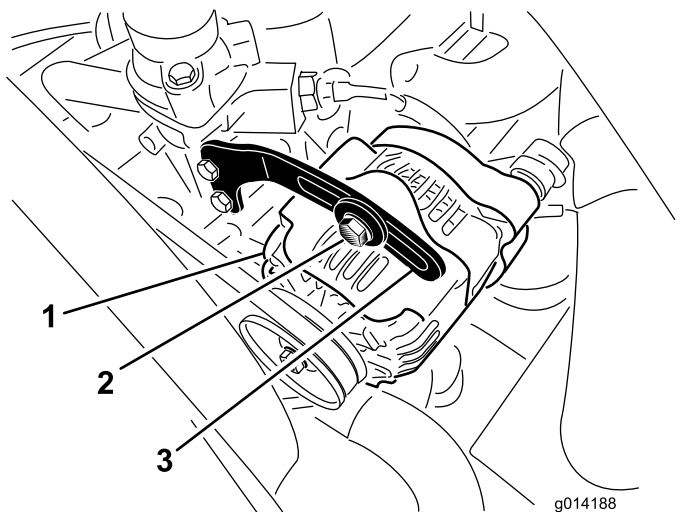

図 45
2. オルタネータ側プーリとクランクシャフト側プーリ間の中央部でオルタネータベルト 図 45 を指で 10kg 程度の力で押してベルトの張りを点検する。
3. ブレースをオルタネータに固定しているボルトと、オルタネータのピボットボルトをゆるめる 図 45。